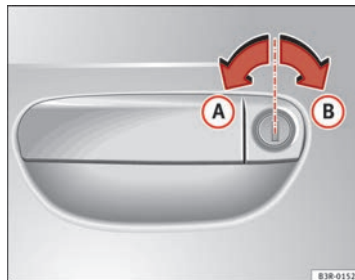

Abb. 71 Schlüssel-drehungen zum Öffnen und Schließen
- Drehen Sie den Schlüssel im Schloss der Fahrertür in Öffnungsstellung (A) ⇒ Abb. 71 nach links.
- Drehen Sie den Schlüssel im Schloss der Fahrertür in Schließstellung (B) ⇒ Abb. 71 nach rechts ⇒ .
Drehen Sie hierzu den Schlüssel im Schloss der Fahrertür **zweimal** hintereinander in kurzer Folge in Schließstellung (B) ⇒ Abb. 71.